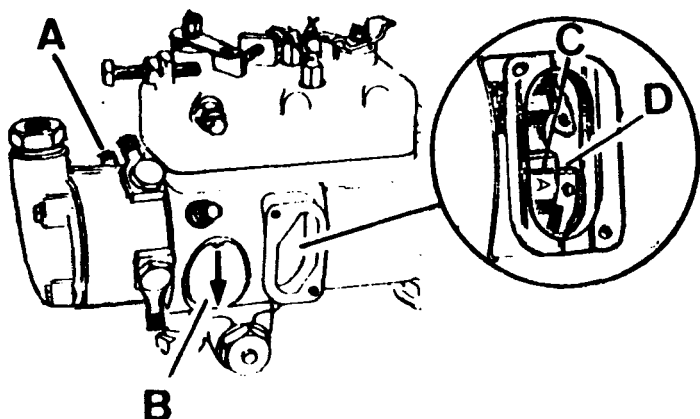

Fig. A1-46 Sincronización correcta de la bomba
- B) Conectar la boquilla del comprobador de inyectores a la salida, A (Fig. A1-46) la cual corresponde a la salida marcada con (x) en la bomba.
C) Comenzar a bombear gas-oil o similar al interior de la bomba inyectora hasta conseguir una presión aproximada de 20 mkg/cm². Manteniendo esta presión, girar el eje de la bomba en el sentido normal de trabajo, según indica la flecha, B (Fig. A1-46) de la placa de características. - En el momento que se encuentre la mayor resistencia al giro, dejar de girar el eje y observar la posición en que ha quedado la marca, C (Fig. A1-46) gravada junto a la letra (A) en la placa de transmisión de la - bomba inyectora. Si la marca, C, queda alineada con el extremo recto, D, del anillo de sincronización, se puede dar por concluida la comprobación ya que la bomba está perfectamente sincronizada.